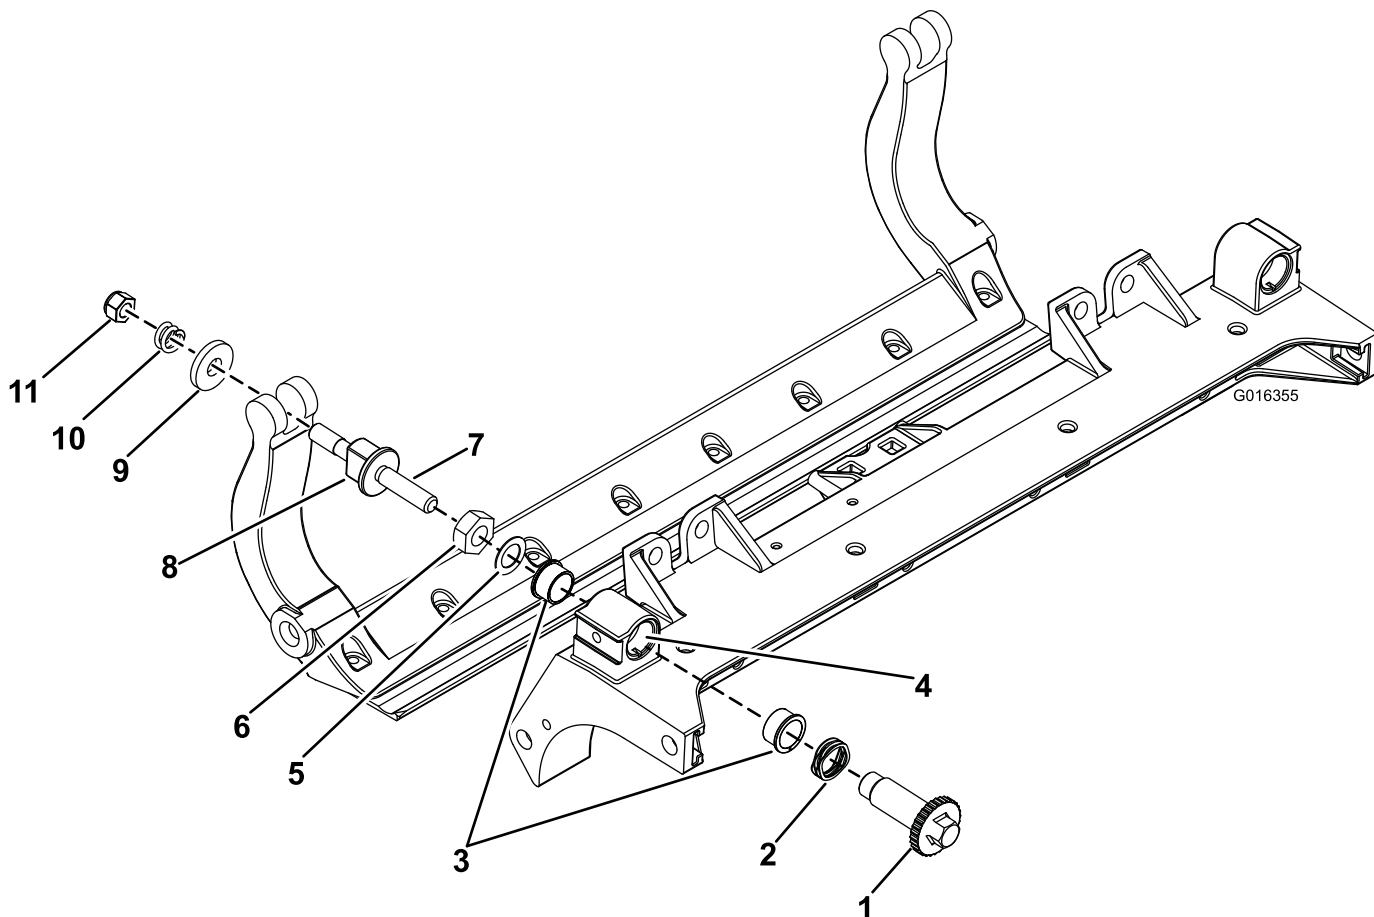

Figura 33
1. Rimuovete tutte le parti; fate riferimento alle Istruzioni per l'installazione del kit DPA HD Modello 120-7230 e a Figura 33.
2. Applicare del lubrificante antigrippaggio all'interno dell'elemento in cui vanno montate le boccole, sul telaio centrale dell'apparato di taglio (Figura 33).
3. Allineate le chiavette sulle boccole flangiate alle scanalature sul telaio e montate le boccole (Figura 33).
4. Montate una rondella ondulata sull'albero del dispositivo di regolazione e inserite l'albero all'interno delle boccole flangiate sul telaio dell'apparato di taglio (Figura 33).
5. Fissate l'albero del dispositivo di regolazione con una rondella piana e un dado di bloccaggio (Figura 33). Serrate il dado di bloccaggio a un valore compreso tra 20 e 27 N·m.
- B. Posizionate una rondella in acciaio all'esterno di ciascuna rondella in nylon (Figura 33).